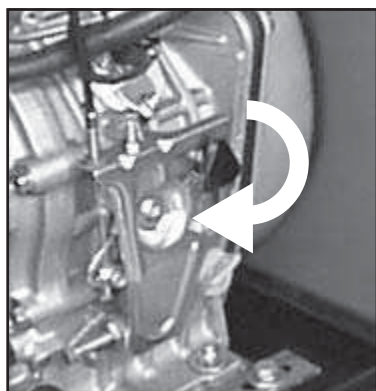

Fig.4
- 1) Posicionar o comando acelerador, situado NÃO no motor (ver fig.4), para baixo (máximo número de rotações).